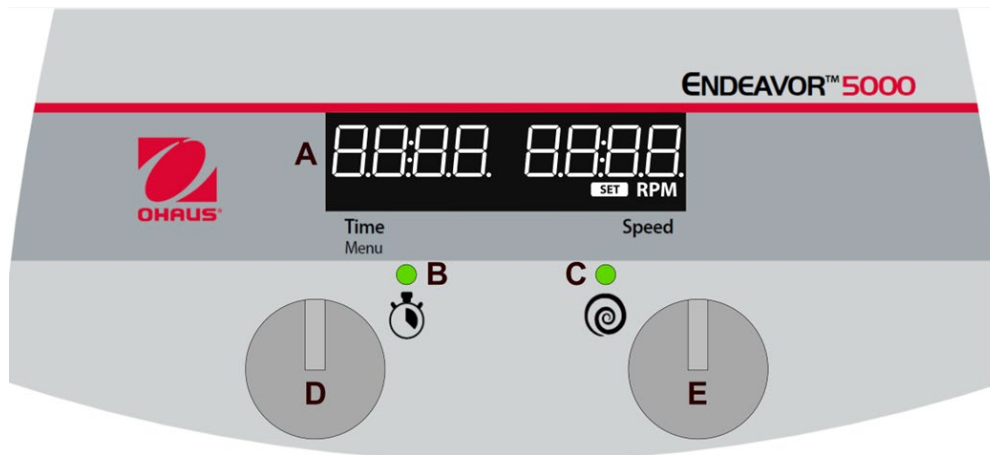

Abbildung 1: Endeavor 5000, digitales Bedienfeld
2. Wenn der Timer auf eine Zeit zwischen 00:01 und 99:59 eingestellt ist, zählt er von der eingestellten Zeit herunter, sobald die Schüttelfunktion eingeschaltet ist und die **Timerstatusanzeige (B)** leuchtet.
- c. Sobald der Timer im Countdown-Modus 00:00 erreicht, schaltet sich die Schüttelfunktion ab, das Gerät piept 1 Mal, und auf dem Display erscheint „**Ende**“ (A, Abb. 1).
1. Drehen Sie den **Zeiteinstellknopf (D)**, (Abbildung 1).
- c. Drücken Sie kurz den **Zeiteinstellknopf (D)**, um den Minutenwert auszuwählen.
- e. Drehen Sie den **Zeiteinstellknopf (D)**, um den Stundenwert einzustellen.
- f. Drücken Sie kurz den **Zeiteinstellknopf (D)**, um den Stundenwert und die Timereinstellung zu bestätigen.
1. Drehen Sie den **Drehzahleinstellknopf (E)**, Abbildung 1) auf die gewünschte Einstellung.
1. Halten Sie den **Drehzahleinstellknopf (E)** gedrückt, bis das Gerät piept und die **Betriebsstatusanzeige (C)**, Abb. 1) aufleuchtet.
- Halten Sie im Ruhemodus den **Zeiteinstellknopf (D)** gedrückt, bis „MENU“ angezeigt wird.
- Drücken Sie kurz entweder auf den **Zeiteinstellknopf (D)** oder auf den **Drehzahleinstellknopf (E)**.
- Um eine Ablaufbedingung zum Abrufen auszuwählen, halten Sie den **Drehzahleinstellknopf (E)** gedrückt, bis das Gerät piept und die **Betriebsstatusanzeige (C, Abb. 1)** aufleuchtet.